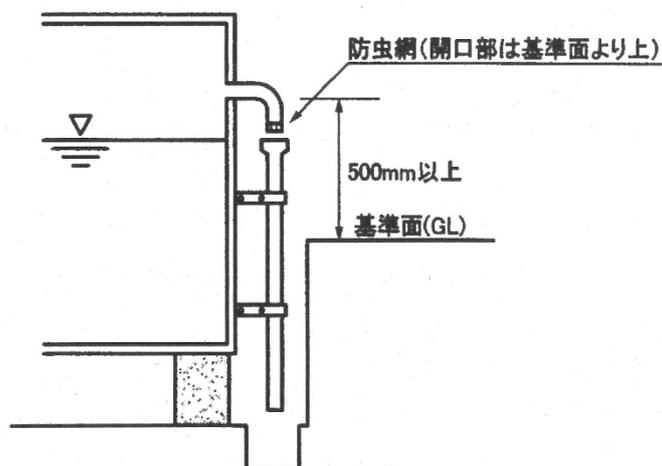

図 5-3 越流管の取付
- ① 受水槽には必ず越流管を設けること。この場合、汚水が水槽に逆流しないよう基準面（GL 等）から 50cm 以上の高さとする。
- ② 越流管の大きさは、施行基準の吐水口空間及び越流管口径とすること。（表 5-1）
- ③ 越流管の管端は間接排水とし、規定の排水口空間を設け、その開口部には必ず防虫網を取付けること。（図 5-3）